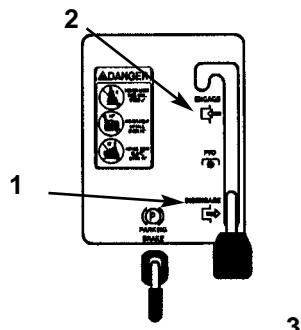

Fig. 8
4. Spostate il comando della lama (PDF) in posizione di disinnestato "DISENGAGED" (Fig. 8).